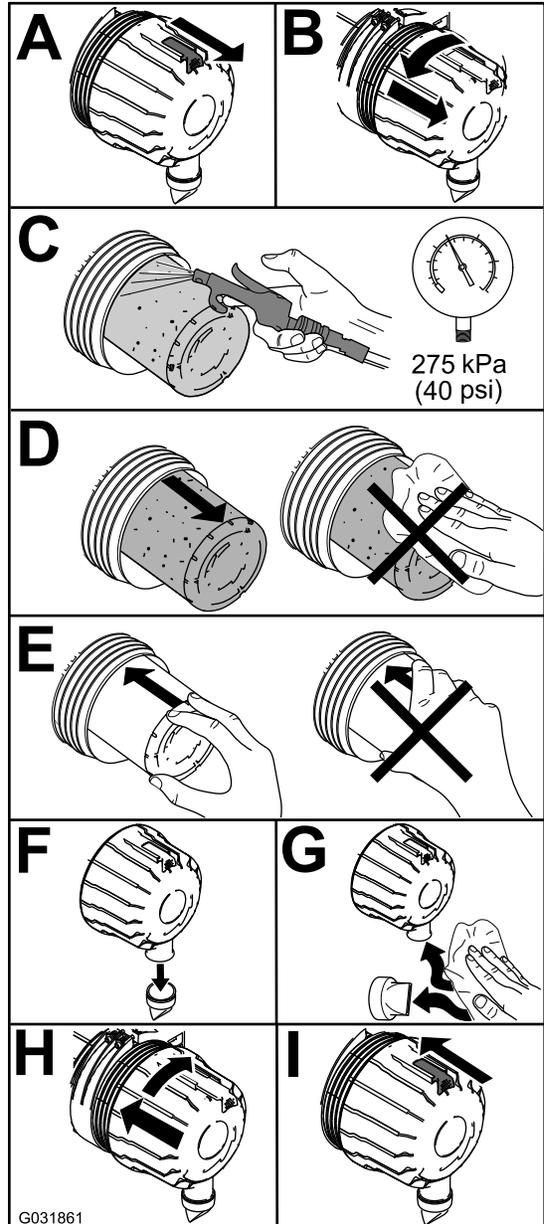

Figura 42
1. Substitua o filtro de ar (Figura 42).